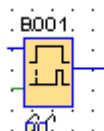

Figura 32. Visualizar temporización online.
43. Para ver la temporización del timer o la cuenta del contador ubique el cursor del mouse sobre el bloque, aparecerán unos lentes como se muestra en la Figura 32, de clic sobre ellos y ya podrá ver el tiempo o el conteo.